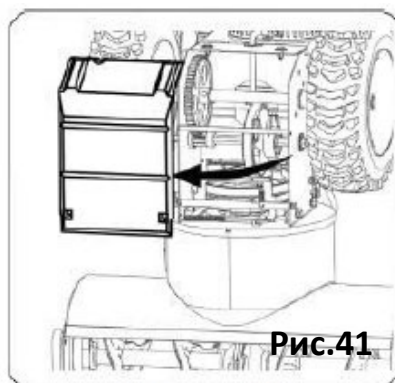

Рис.41
- Осторожно поверните снегоуборщик вверх и вперед так, чтобы он опирался на корпус шнека. Снимите крышку рамы с нижней стороны снегоуборочной машины, сняв четыре винта, которые закрепляют его см.рис.41.